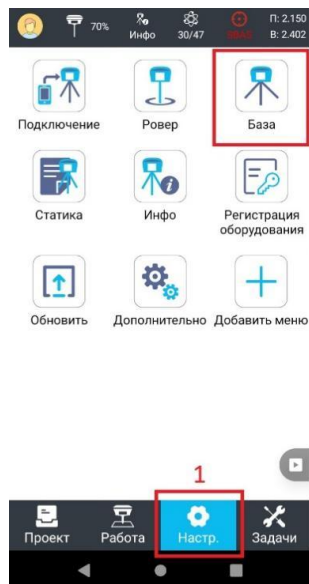

Рисунок 5.2.56
1. Для создания стиля **Режим базы БПЛА** перейдите в нижнее меню **Настройки**, выберите **База** (Рисунок 5.2.56).